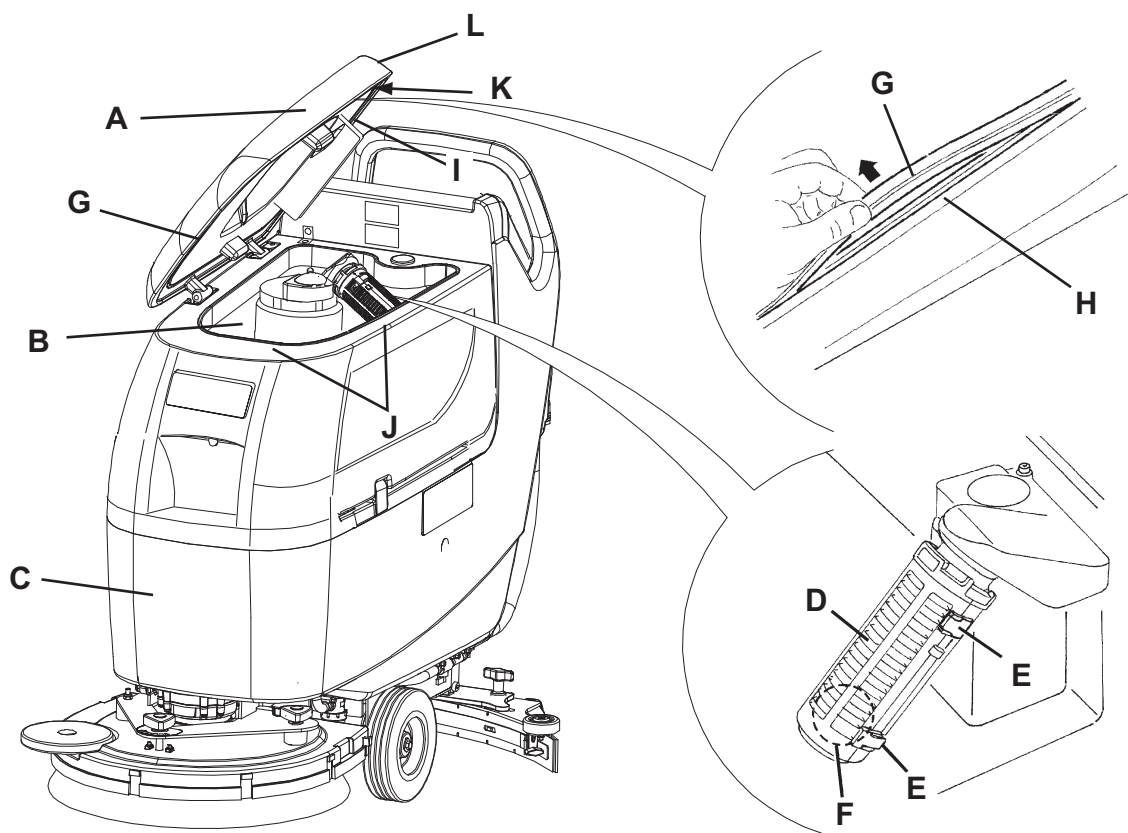

Рис. 4
1. Отсоедините шнур питания (3) от электросети и намотайте его на держатель (4).
3. Откройте крышку (18) в положение для мытья (L, Рис. 4).
4. Помойте чистой водой крышку (A), бачки (B и C) и вакуумную решетку с автоматически запирающим поплавком (D). Спустите воду из бачков с помощью шлангов (12 и 13).
5. В случае необходимости освободите фиксаторы (E) и откройте решетку (D), приведите в порядок поплавки (F), очистите все компоненты и затем установите их назад.
6. Проверьте, цела ли прокладка крышки (G).